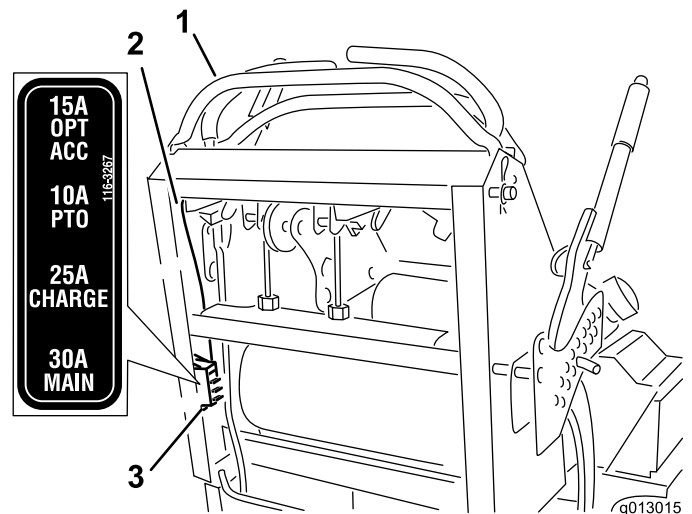

Figure 53
2. Tirez le fusible pour le sortir et le remplacer (Figure 53).